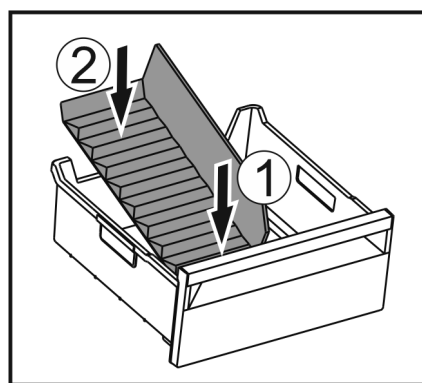

Fig. 212
- Vložte přední část přepážky přihrádky na led. Fig. 212 (1)
- Zadní část přepážky přihrádky na led spusťte až na dno zásuvky. Fig. 212 (2)